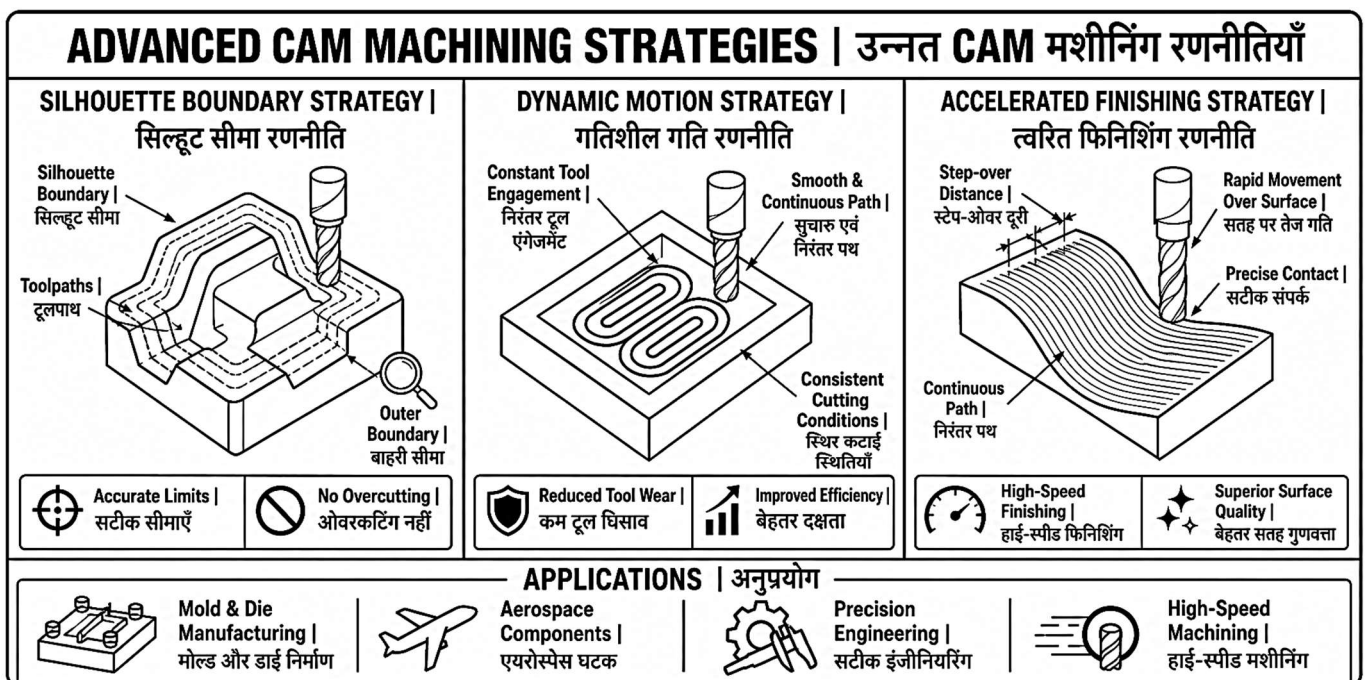

Fig. 12.5: Advanced CAM Machining Strategies | उन्नत CAM मशीनिंग रणनीतियाँ
**12.5.1 Definition of Advanced CAM Machining Strategies (Fig. 12.5)**
**12.5.1 उन्नत CAM मशीनिंग रणनीतियों की परिभाषा (Fig. 12.5)**